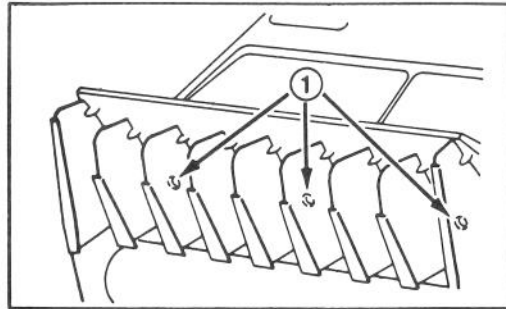
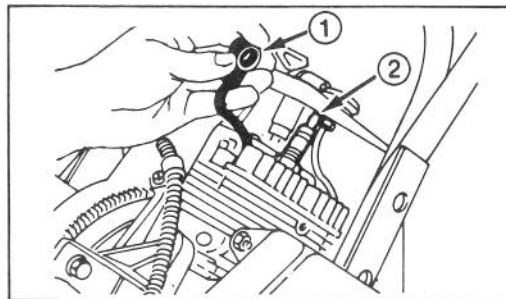

Fig. 11
Fig. 12
SOSTITUZIONE DELLA CANDELA (Fig. 11, 12 e 13)
1. RIMUOVETE IL COPERCHIO—Togliete tre viti sull'alloggiamento anteriore (Fig. 11) e due bulloni senza dado che reggono assieme i due lati della parte superiore del telaio (Fig. 12). Togliete il tappo del serbatoio del carburante ed alzate il coperchio. Rimettete il tappo del serbatoio.
2. RIMUOVETE LA CANDELA (Fig. 12)—Staccate il cavo ad alta tensione dalla candela e togliete la candela. Esaminatela e sostituirla se è incrinata, incrostata o sporca. **NON PULITE LA CANDELA CON SABBIA O SPAZZOLA DI FERRO PERCHÉ LA GRANIGLIA POTREBBE STACCARSI E CADERE NEL CILINDRO PROVOCANDO DANNI AL MOTORE.**